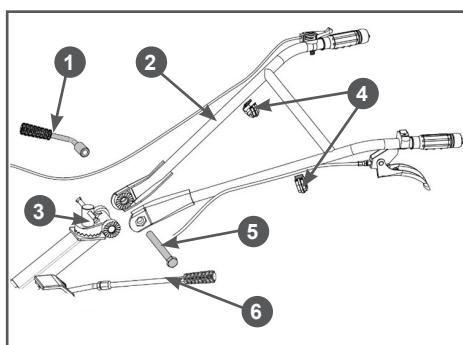

Рис. 14 Установка рабочих рукояток
8. Установите рабочие рукоятки на мотоблок. Совместите отверстия в рабочих рукоятках 2 и стойке 3 рабочих рукояток. Со стороны рычага 6 переключения передач вставьте в образовавшееся отверстие болт 5 и закрутите ручку 1 регулировки рабочих рукояток по вертикали, не затягивая её (Рис. 14). Отрегулируйте положение рабочих рукояток 2 по вертикали. Убедитесь, что головка болта 5 вошла в посадочное место на рабочих рукоятках 2, после чего окончательно затяните ручку 1 регулировки рабочих рукояток по вертикали (Рис. 14).
9. Убедитесь, что тросы газа и рычага включения и кабель выключателя зажигания не имеют резких перегибов. При необходимости, измените положение тросов и кабеля. После этого закрепите тросы и кабель на рабочих рукавах с помощью фиксаторов 4 (Рис. 14).